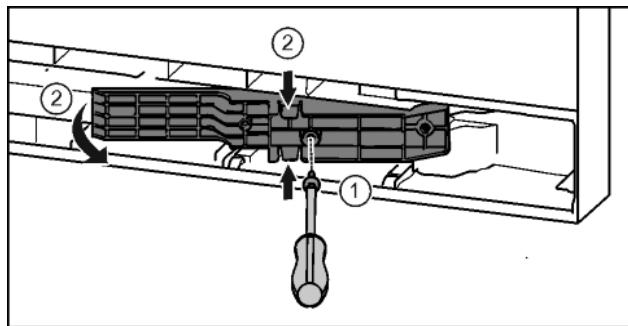

Fig. 21\*
- ▶ Отпустить винты отверткой T15.\* Fig. 21 (1)
► Извлечь деталь адаптера.\* Fig. 21 (2)